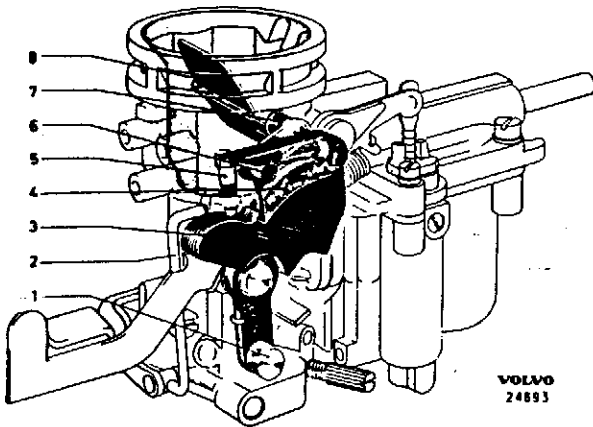

Abb. 10. Kaltstartvorrichtung mit Schnelleerlauf
gemisches ein Luftklappenzug benutzt, der mit einem Zugknopf am Armaturenbrett betätigt wird. Wenn beim Kaltstart des Motors der Zugknopf herausgezogen wird, bewegt sich der Nockenhebel (4, Abb. 10). Hierdurch wird der Impuls über die Feder (7) an der Welle auf die Luftklappe (8) übertragen, so daß sich diese schließt, wodurch ein stärkeres Vakuum und folglich eine größere Kraftstoffzufuhr erzielt wird. Nachdem der Motor angesprungen ist, und das Vakuum an Stärke zugenommen hat, kann sich die Luftklappe bis zu einem gewissen Grade öffnen, da deren Schließende durch die Feder an der Klappenwelle bewirkt wird. Auf diese Weise wird ein übermäßig fettes Kraftstoff-Luftgemisch bei ganz oder fast ganz herausgezogenem Luftklappenzugknopf vermieden. Wenn der Luftklappenzugknopf eingedrückt wird, wird die Drosselklappe gezwungen, sich ganz zu öffnen, weil der Mitbringerstift (6) des Luftklappenhebels in einer Spur in dem nockenförmigen Hebel läuft.